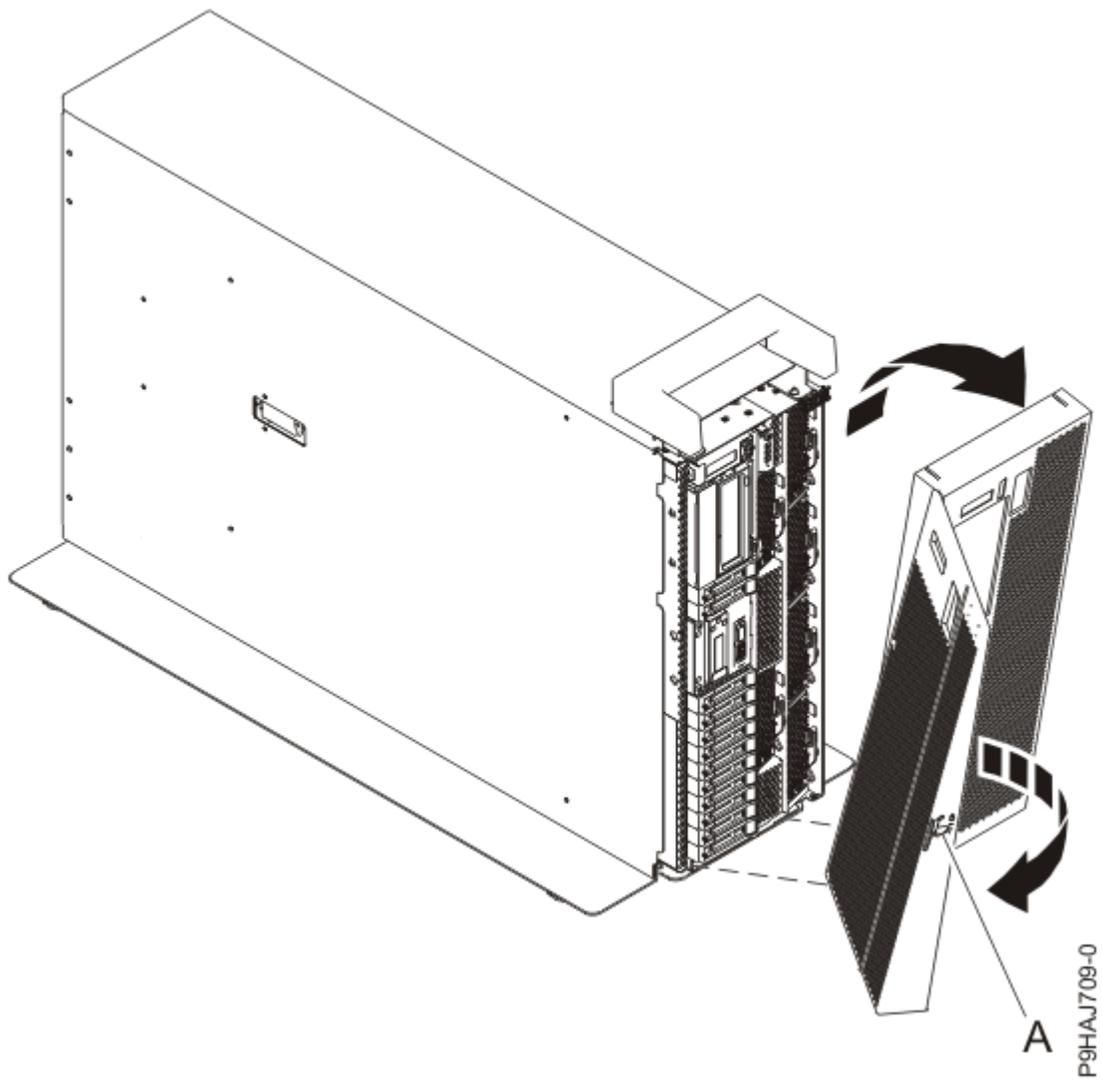

Figura 40. Extracción de la cubierta frontal
- d) Extraiga la cubierta del sistema tal como se muestra en la Figura 40 en la página 42. La cubierta tiene una hendidura que le permite sujetarla más fácilmente.